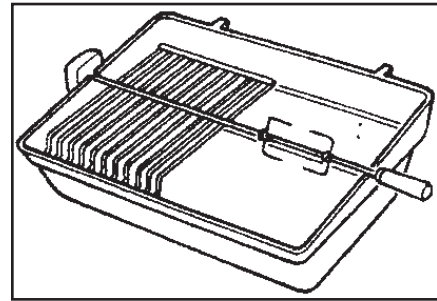

Fig. 9
2. La rotisserie se puede utilizar con un rejilla de la cocina si hay sitio suficiente. Coloque la carne más cercana al asidero en el asador para hacer manejando más fácil. (Fig. 9)